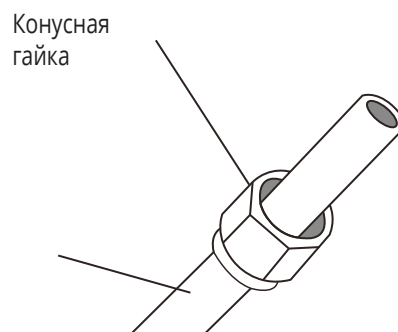

Рис. 5.3
3. Установите конусные гайки на оба конца трубки. Убедитесь в правильной ориентации гаек, поскольку после развальцовки вы не сможете установить или перевернуть их. См. рис. 5.3.